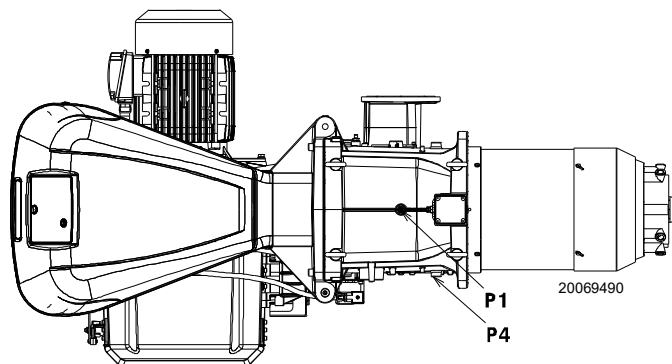

Fig. 22
Presiunea gazului măsurată la ieșirea P1)(Fig. 22), cu:
- scădeți presiunea din camera de ardere din presiunea gazului la orificiul P1)(Fig. 22).
| Presiunea gazului la orificiul P1)(Fig. 22) | = | 58,1 mbar |
Pentru a cunoaște presiunea de gaz necesară la ieșirea P1)(Fig. 22), setați puterea MAX la care doriți să funcționeze arzătorul:
- Citiți în dreapta, coloana 1, presiunea la priza P1)(Fig. 22).
presiunea necesară la priza P1)(Fig. 22).